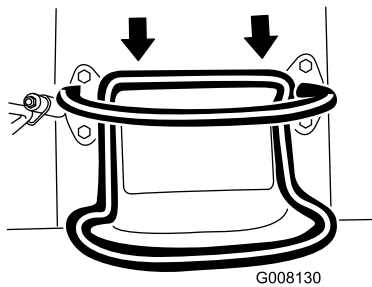

Bild 9
- Bewegen Sie den Fahrtriebshebel nach hinten, um rückwärts zu fahren (**Bild 9**). **Schauen Sie beim Rückwärtsfahren nach hinten und achten Sie auf**